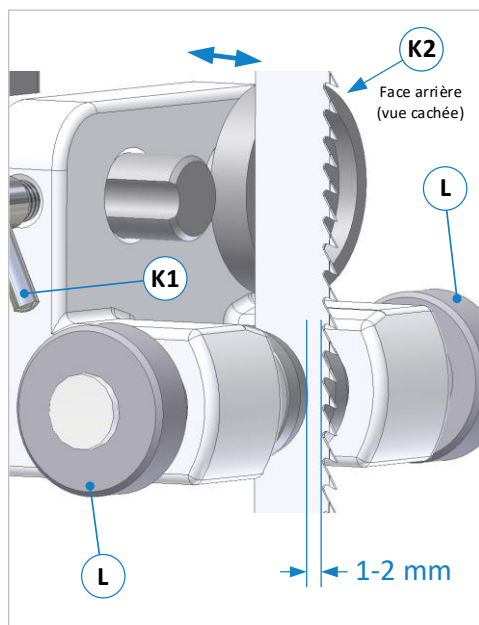

Figure 30 : réglage des guides
- Ajustez les deux rouleaux latéraux avec les manchons de paliers latéraux (L) vers l'extérieur de sorte qu'une nouvelle lame de scie puisse se déplacer librement entre eux.
- Desserrer la vis à garrot (K1) et régler l'ensemble du guide sur le tourillon porteur (B) en le déplaçant de sorte que les bords avant des galets latéraux se situent à environ 1 à 2 mm derrière la base des dents de la lame de scie (voir ⇒ Figure 30).